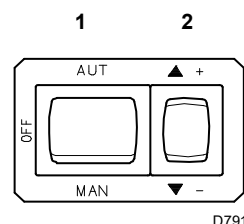

Fig. 25
- Porniți arzătorul închizând telecomenzile și cu comutatorul 1)(Fig. 25 la pag. 24) în poziția „MAN”. De îndată ce arzătorul pornește, verificați direcția de rotație a rotorului ventilatorului de la viziera cu flacără 25).
- Când uleiul curge prin șurubul 3), pompa este pornită. Opiți arzătorul: comutatorul 1)(Fig. 25 la pag. 24) în poziția „OFF” și înșurubați șurubul 3).
Închideți telecomenzile și rotiți comutatorul 1)(Fig. 25) în poziția „MAN”.
Acum apăsați butonul 2)(Fig. 25) „+” și țineți-l apăsat până când servomotorul a ajuns la 130°.
Apăsați butonul 2)(Fig. 25 la pag. 24) „scădere putere” și mențineți-l apăsat până când servomotorul ajunge la 30° (reglare efectuată din fabrică).
Apăsați butonul 2)(Fig. 25 la pag. 24) „creștere putere” puțin, astfel încât servomotorul să se rotească cu aproximativ 15°. Reglați șuruburile până la obținerea arderii optime. Procedați în același mod cu șuruburile ulterioare.